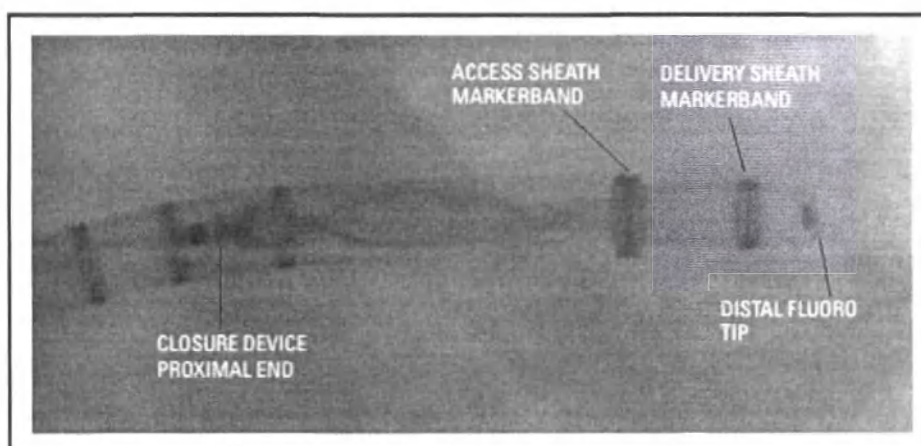

Рис. 5. Флюороскопическое изображение защелкивания системы доставки Watchman FLX в интродьюсер Watchman, показывающее положение окклюдера до развертывания
10. Под флюороскопическим наблюдением совместите наиболее дистальный маркер на системе доставки с наиболее дистальным маркером интродьюсера. После того, как маркеры выровнены, стабилизируйте систему доставки, уберите интродьюсер и состыкуйте их, как интродьюсер / систему доставки в сборе (см. рис. 5).